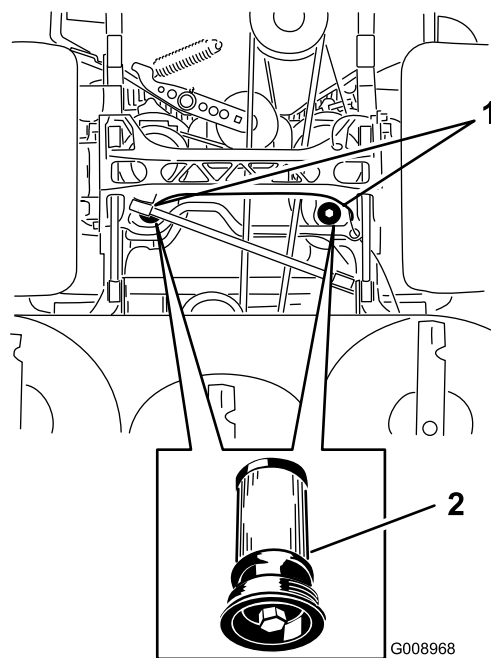

Figura 90
5. Coloque un recipiente debajo del filtro, retire el filtro usado y limpie la superficie (Figura 90).
6. Aplique una capa fina de aceite hidráulico a la junta de goma del filtro nuevo (Figura 90).